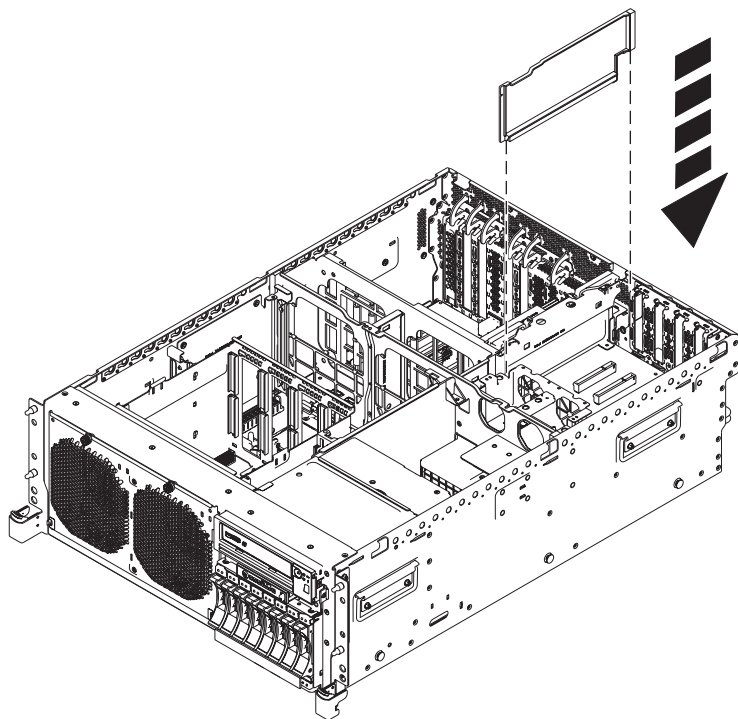

Figura 42. Instalar uma grelha de registro de riser de expansão numa unidade de sistema instalada em bastidor
16. Caso não pretenda instalar outro riser de expansão na ranhura livre, insira uma grelha de registo preta de plástico conforme demonstrado em Figura 42 na página 52.